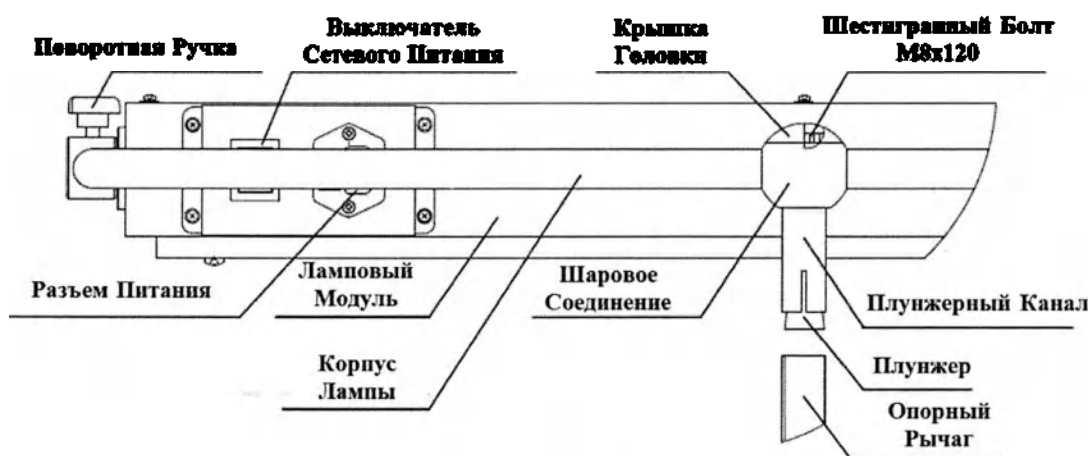

Рисунок 4
① Посмотрите на рисунок 4, вставьте ламповый модуль в стержень регулировки высоты.
② Открутите колпачок против часовой стрелки и закрутите шестигранный болт M8×120 с помощью гаечного ключа, чтобы закрепить ламповый модуль на стержне регулировки высоты, и установите колпачок на свое место.